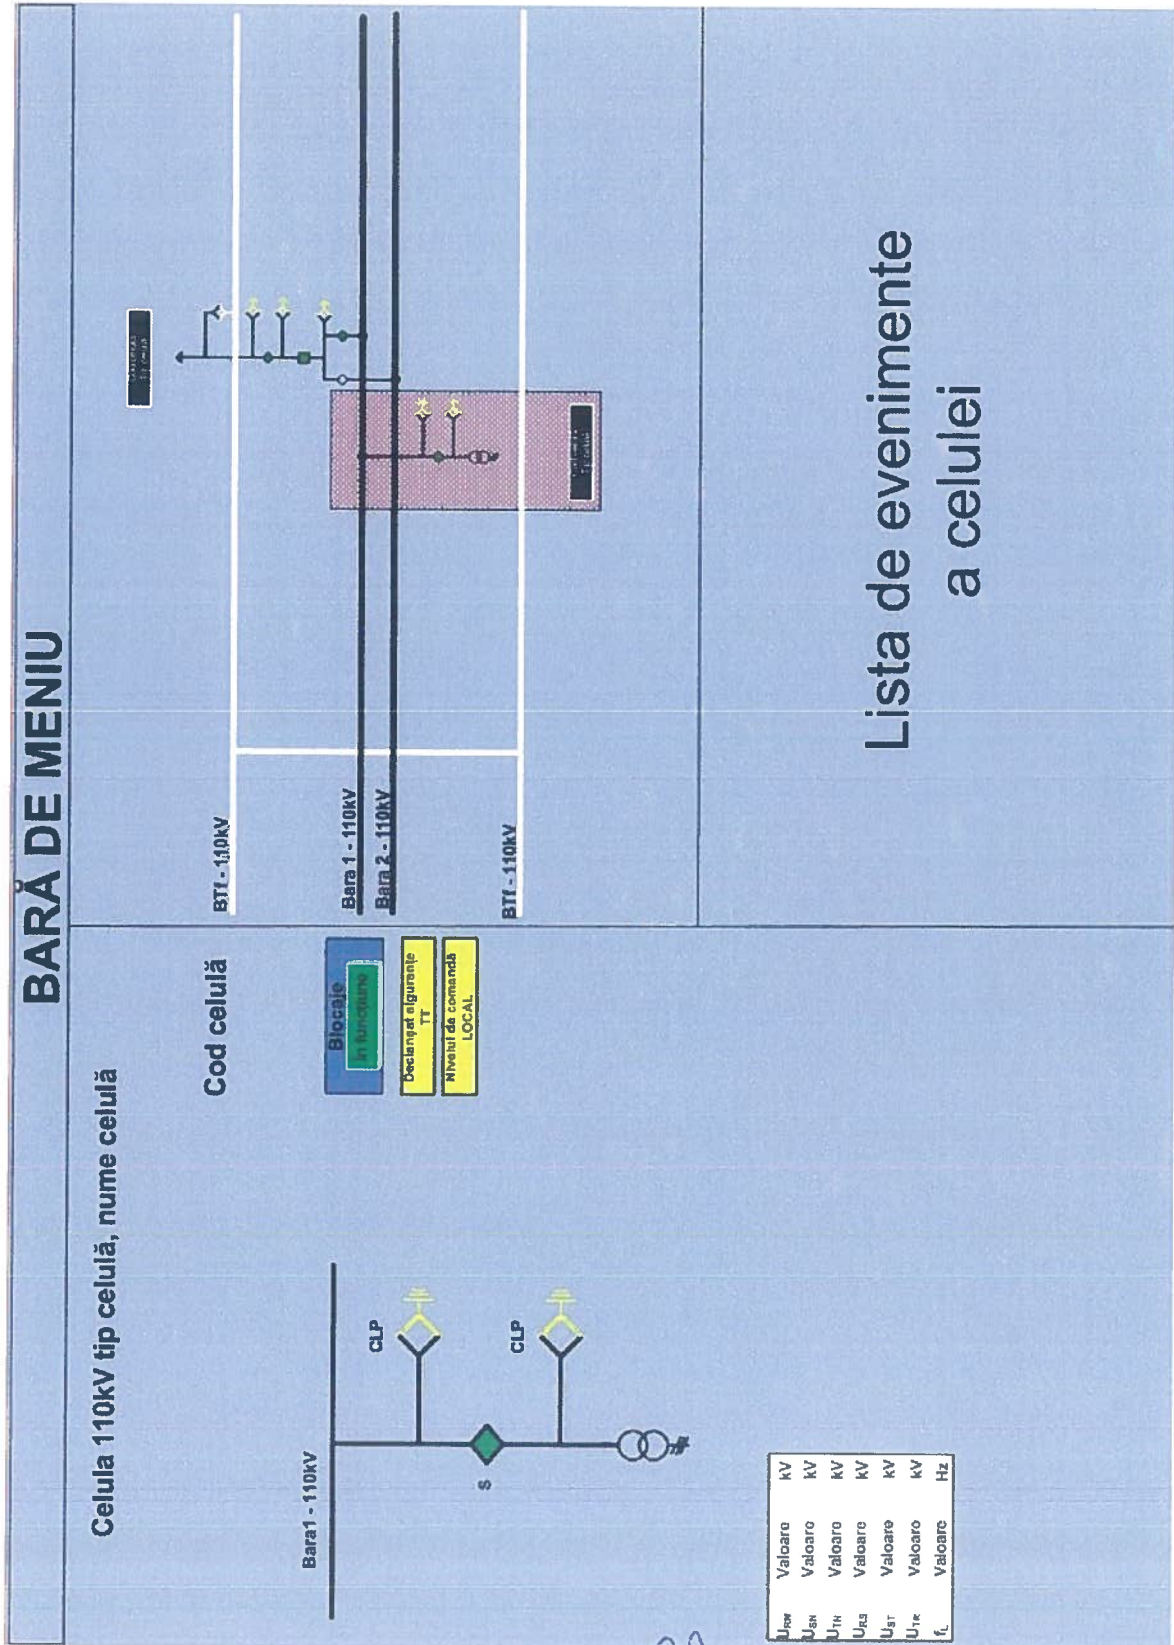

Fig. 8.24 *Handwritten signature*
8.11. Ecran de comandă al unei celule de măsură de bare (Fig. 8.24)
Schema monofilară a celulei va fi reprezentată în jumătatea din stânga a ecranului. Schema monofilară va reprezenta celula de măsură de bare (fig. 8.24), utilizând simbolurile și colorarea dinamică precizată în prezenta Normă.
Acest ecran va avea butoane pentru activarea/dezactivarea anumitor funcții (fig.8.24).
Această schemă va fi afișată în partea din dreapta sus a ecranului (fig. 8.24), și va conține schema monofilară a nivelului tensiunii stației din care face parte celula, utilizând simbolurile și colorarea dinamică precizată în prezenta Normă. Fiecare bară colectoare/bară de transfer va avea inscripționat în partea stângă numele și nivelul de tensiune al acesteia.
Celula al cărei ecran de detaliu a fost selectat, va fi încadrată într-un chenar negru, hașurat cu dungi roșii. (fig. 8.24).